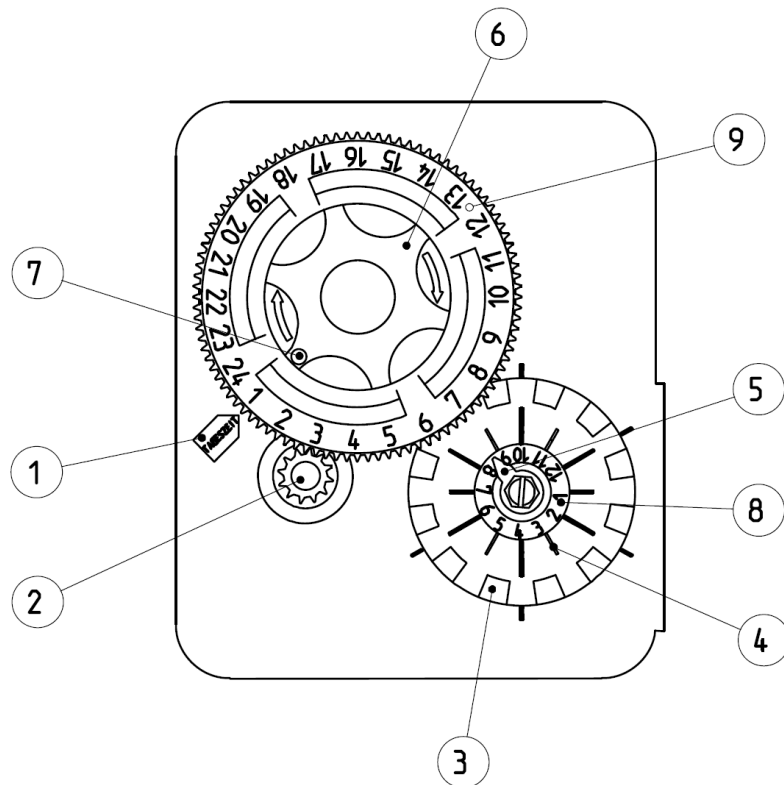

Abb. F-1: Positionszeichnung Steuerung
3. .Zur Auslösung der Regeneration ist das Regenerationsrad (siehe Abb. F-1, Pos. 6) um eine Raste (Klicken beachten!) nach rechts drehen.
4. Die Regenerierstation MEH beginnt mit der Regeneration, das Regenerationsrad (Abb. F-1, Pos. 6) dreht sich langsam im Uhrzeigersinn. Nach etwa 3 Stunden ist die Regeneration beendet und der Referenzpunkt (Abb. F-1, Pos. 7) steht wieder am Referenzpfeil für die Tageszeit (Abb. F-1, Pos. 1).
An der Stellung des Referenzpunkts (Abb. F-1, Pos. 7) am Regenerationsrad (Abb. F-1, Pos. 6) lässt sich der aktuelle Betriebszustand ablesen.
Referenzpunkt (Abb. F-1, Pos. 7) steht gegenüber Referenzpfeil (Abb. F-1, Pos. 1)	Betriebsstellung
Jede andere Stellung von (Abb. F-1, Pos 7)	Regeneration: Das Regenerationsrad (Abb. F-1, Pos. 6) dreht sich nach rechts, an der Stellung des Referenzpunkts (Abb. F-1, Pos. 7) lässt sich der Fortgang der Regeneration ablesen.